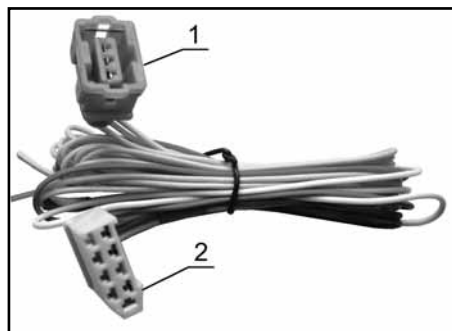

Рисунок 8. Жгут проводов для карбюраторных автомобилей.
- подключите таксометр к датчику скорости жгутом проводов для карбюраторных автомобилей (приобретается дополнительно) (рисунок 8).